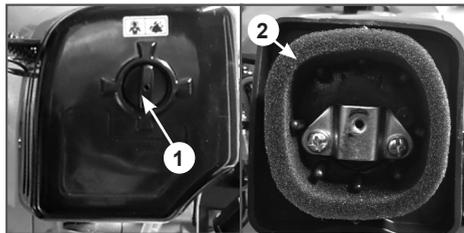

Рис. 11 Обслуживание воздушного фильтра
Загрязнение воздушного фильтра может препятствовать поступлению воздуха для образования топливной смеси. Для предотвращения неисправностей двигателя надо осуществлять регулярное обслуживание воздушного фильтра (Рис. 11). При работе в условиях повышенной запыленности воздушный фильтр необходимо обслуживать чаще.
1. Открутите винт крепления (1) и снимите крышку воздушного фильтра (Рис. 11А).
2. Извлеките воздушный фильтр (2) из корпуса (Рис. 11В) и проверьте его на отсутствие повреждений.